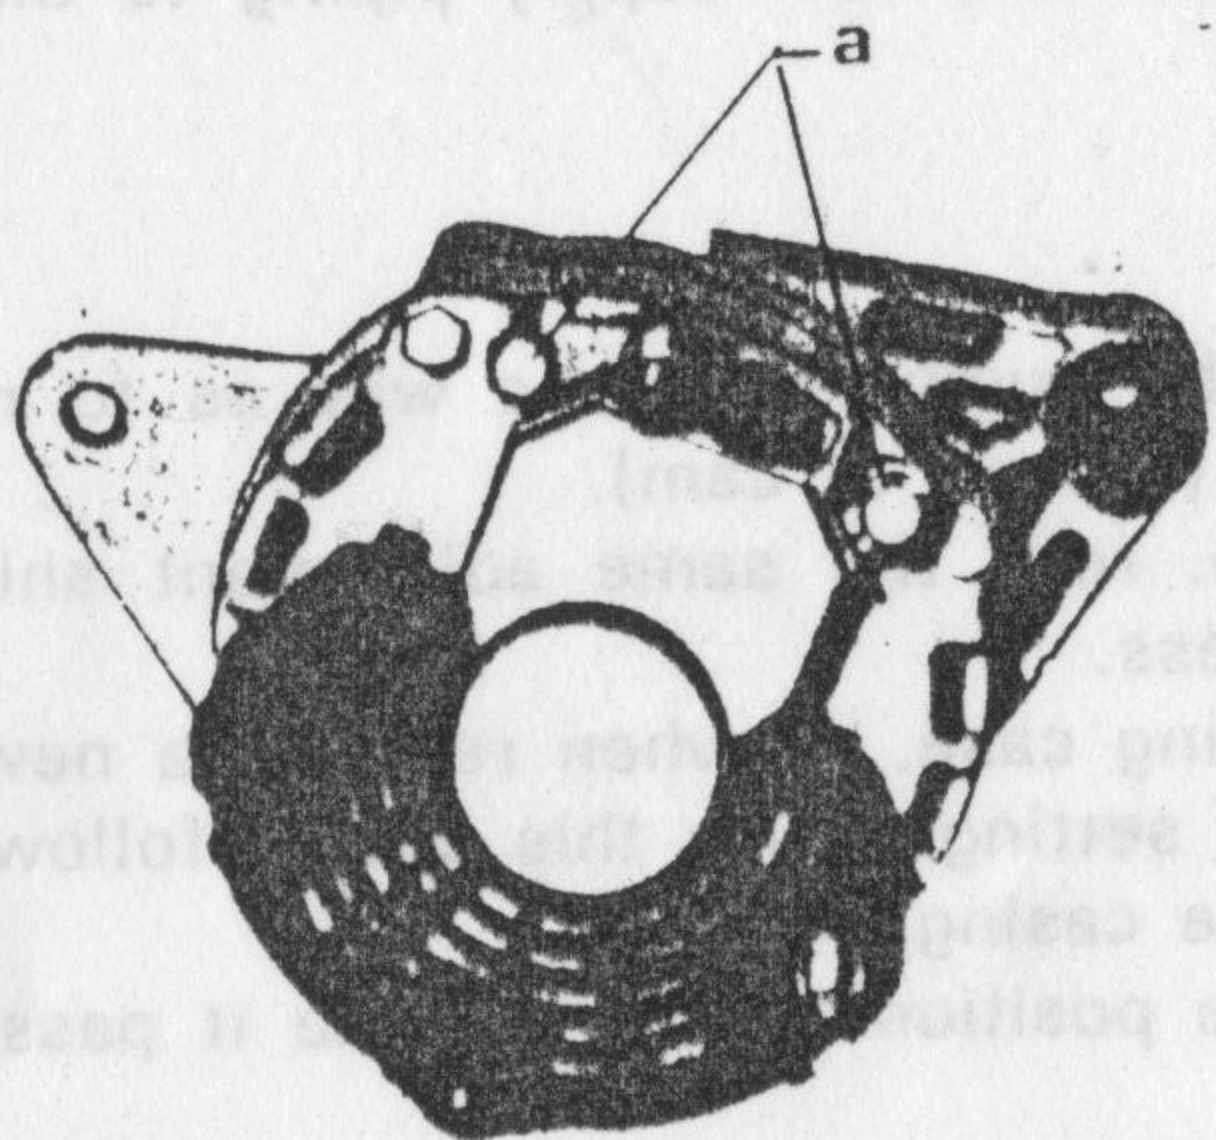

Fig. C 3
— Dévisser les vis de fixation du porte-charbons et sortir celui-ci (fig. C 3).
- Dévisser les vis de fixation du porte-charbons et sortir celui-ci (fig. C 3) ;
- Unscrew the brush carrier fixation screws and take these out (fig. C 3) ;